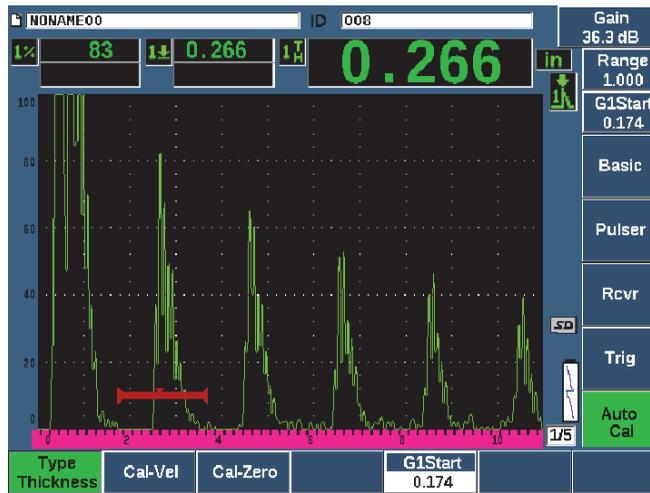

Figure 3-13 Menu Auto Cal
4. Sélectionnez **Auto Cal** (voir la Figure 3-13 à la page 76).